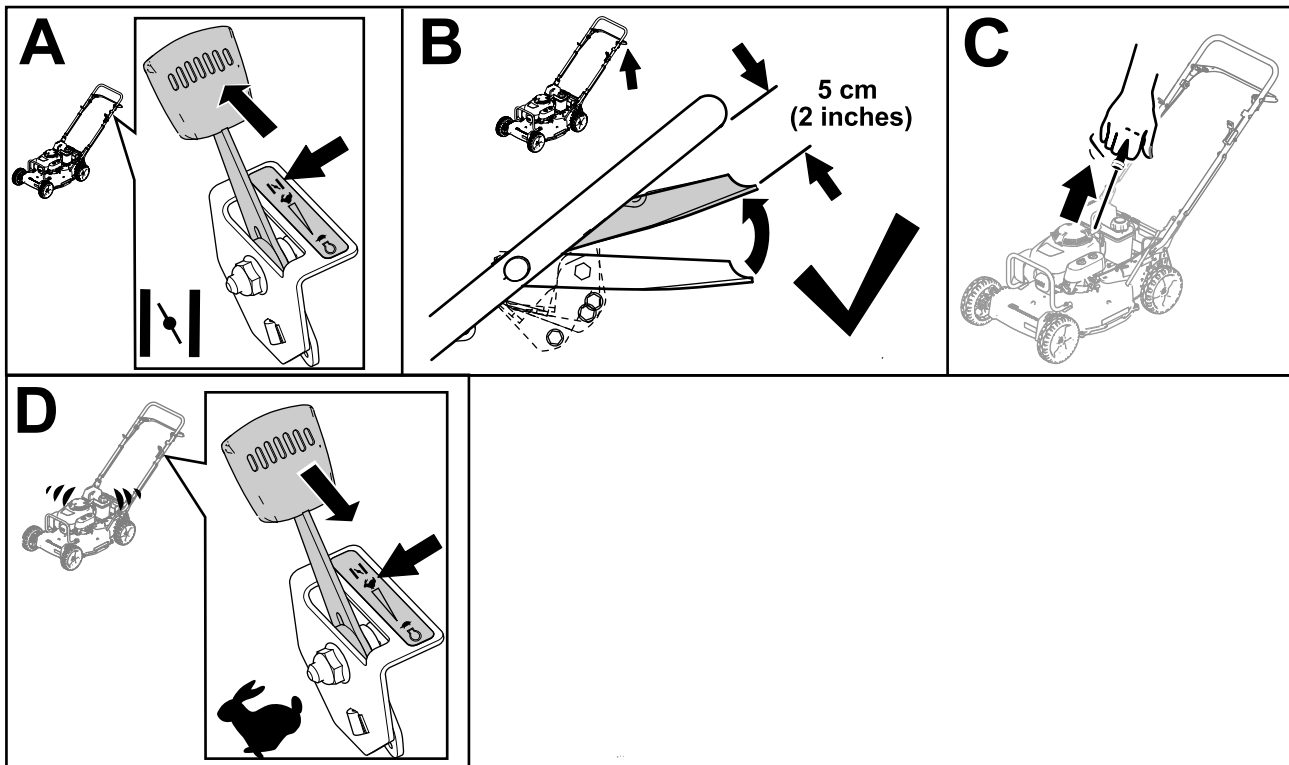

Figura 13
**Nota:** Cierre la válvula de combustible moviendo la palanca de la válvula de combustible (Figura 13) a la izquierda a menos que vaya a volver a arrancar el motor en breve.